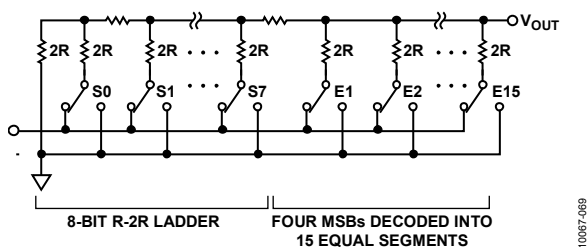

図 47. DAC のラダー構造
**AD5737** のDACコアのアーキテクチャは、2 つの一致したDACセクションから構成されています。簡略化した回路図を図 47 に示します。12 ビット・データ・ワードの上位 4 ビットはデコードされて、15 個のスイッチ(E1~E15)を駆動します。これらの各スイッチは、15 個の一致した抵抗の 1 つをグラウンドまたはリファレンス・バッファ出力に接続します。データ・ワードの残りの 8 ビットは、8 ビット電圧モードR-2Rラダー回路のスイッチ(S0~S7)を駆動します。